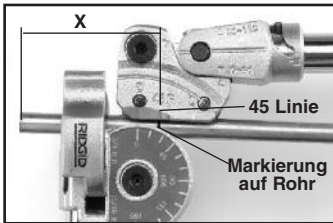

Abbildung 10 – Vorher
- Richten Sie die Markierung am Rohr an der 45° Linie am Gleitstück aus (siehe Abbildung 10).